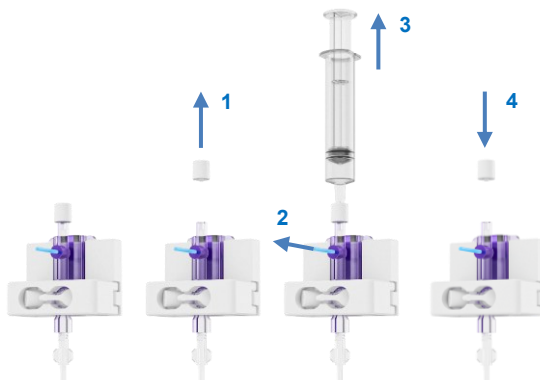

Figura 24 Deaerazione del sensore di pressione
- Rimuovere il tappo sul sensore di pressione e inserire una siringa sterile nella porta (Figura 24; passaggio 1).
- Per riempire la linea di pressione e rimuovere l'aria, tirare la linguetta blu a scatto (Figura 24; passaggio 2) mentre si aspira con la siringa (passaggio 3). Fermarsi una volta rimossa l'aria.
- Riposizionare il tappo sul sensore di pressione (Figura 24; passaggio 4).